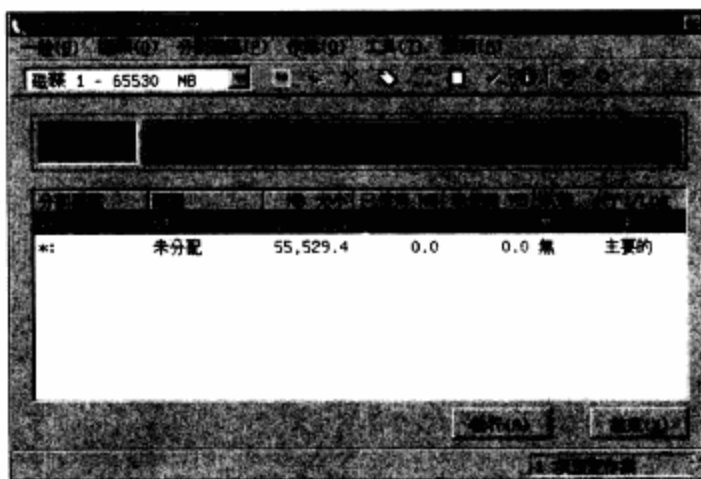

图4-84 执行主分区界面
**步骤 05** 单击“执行”按钮，开始对主分区执行分区。如图4-84所示。